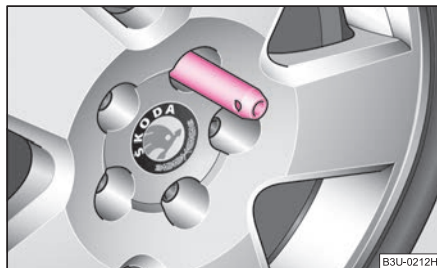

Abb. 197 Radwechsel:
- Schrauben Sie den Montagestift (Bordwerkzeug) in die frei gewordene Bohrung ein ⇒ **Abb. 197**.